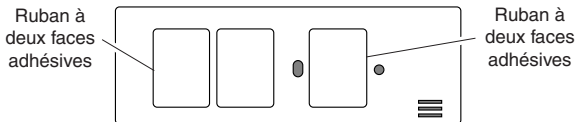

Figure 4
- Enlevez l'endos antiadhésif sur un côté de deux pièces de ruban à deux faces adhésives, puis appliquez le ruban à l'arrière de l'émetteur comme indiqué à la Figure 4.